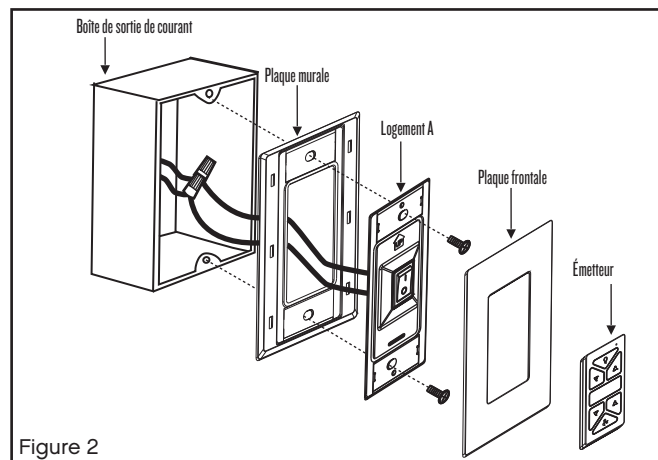

Figure 2
- 2 Installez le logement A dans la plaque murale. (Fig. 2)